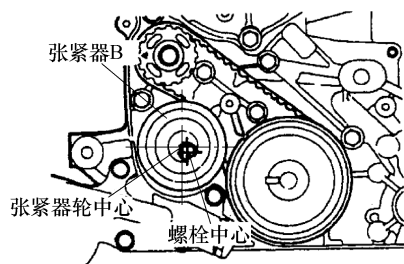

图 4-52 安装张紧轮
3) 确认张紧器轮中心与螺栓中心的位置如图 4-52 所示。
4) 在用手指对着正时带张紧器一侧施加力的同时，向箭头方向移动张紧器 B。此时拧紧螺栓使张紧器 B 固定，如图 4-52 所示。